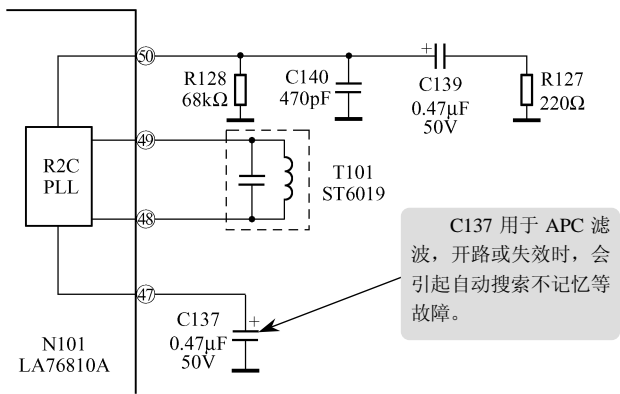

图 7-10 APC 鉴相滤波电路故障检修
通过初步检查，发现 N101 (LA76810A) ④⑦脚电压明显异常，故怀疑外接 C137 鉴相滤波电容故障，焊下 C137 检查，已无容量。用新的 0.47μF/50V 电容器更换后，故障被排除，如图 7-10 所示。
小结：在如图 7-10 所示中，C137 和 C139 均属于 APC 鉴相滤波电容，异常时均会影响图像的质量或自动搜索不记忆。因此，检修时可首先检查 C137 和 C139，必要时将其直接换新。